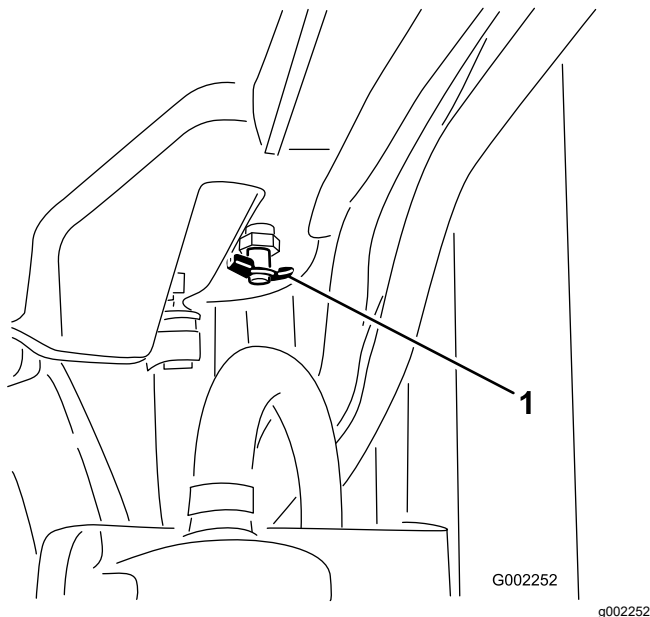

Figura 99
4. Abra la válvula de vaciado y deje que el refrigerante se drene en el recipiente (Figura 99).
5. Cierre la válvula de vaciado (Figura 99).